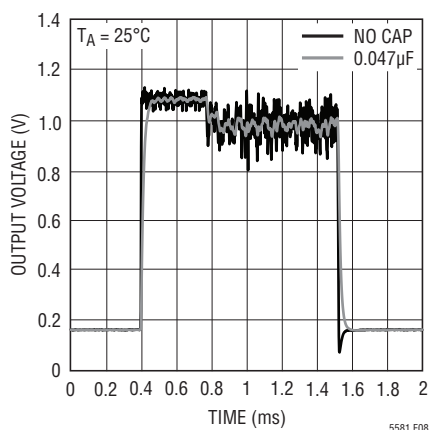

図8. 2.6GHz WiMAX OFDM 802.16-2004の残留リップル
2.6GHzのWiMAX信号の過渡応答を図8に示します。0.047μFの外部フィルタ・コンデンサを使って、プリアンプとバースト・リップルを1/3に減らしています。プリアンプ部分の平均電